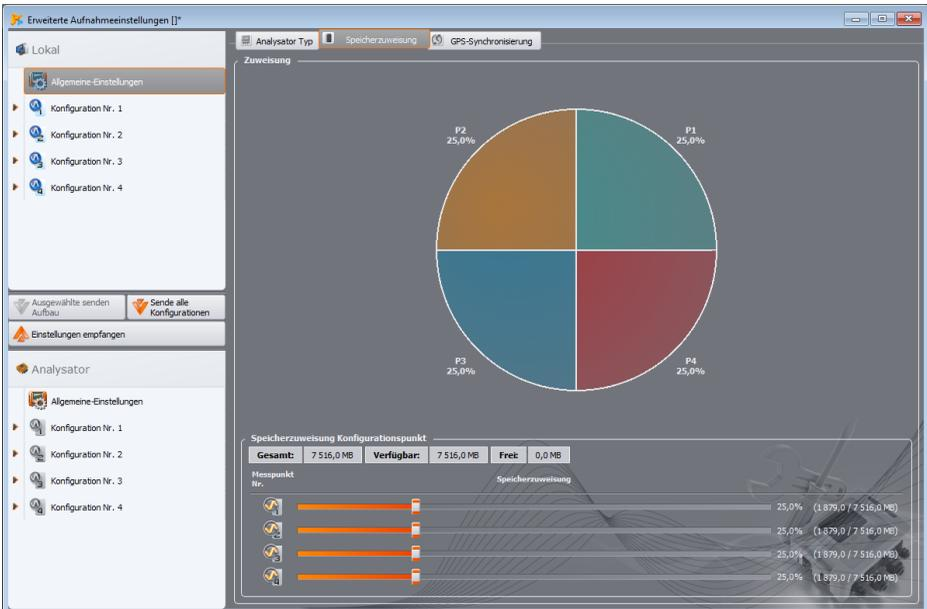

Abb. 19. Fenster der Speicherzuweisung
- **PQM-701 PQM-702 PQM-703 PQM-710 PQM-711** **SPEICHERZUWEISUNG**: diese Registerkarte (Abb. 19) ermöglicht die Zuweisung von Speicherplatz auf der Karte für individuelle Messkonfigurationen. Die vier Schieberegler bestimmen die Menge des für die Konfiguration zugewiesenen Speichers (in MB und %). Eine Visualisierung der Zuweisung ist im mittleren Abschnitt dargestellt. Der gesamte freie Speicherplatz auf der Karte (100%) kann frei auf die vier Konfigurationen aufgeteilt werden. Es ist möglich, den vollständigen Speicherplatz einer Konfiguration zuzuweisen; die Aufzeichnung in den anderen Konfigurationen ist dann nicht möglich, es ist nur eine Vorschau der aktuellen Netzwerkdaten verfügbar. Alle Messkonfigurationen werden linear in den Speicher geschrieben, sobald der Speicher für eine Messkonfiguration voll ist, wird die Aufzeichnung beendet. Bitte beachten Sie, dass bei einer Änderung der Speicherzuweisung alle Daten auf der Speicherkarte gelöscht werden müssen. Es ist daher ratsam, diese Daten vorher auszulesen und auf der lokalen Festplatte zu speichern.